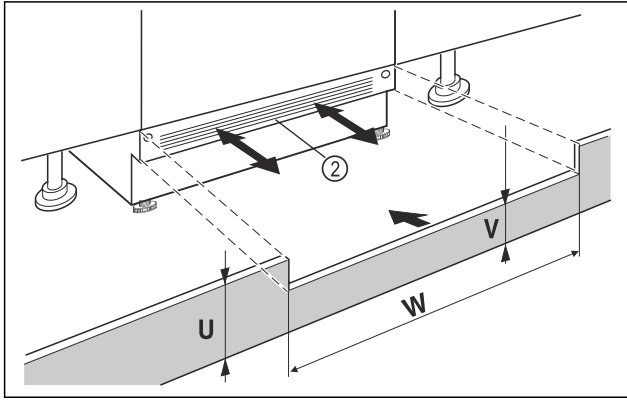

Fig. 100 Ilustratīvs attēlojums
- Uzlieciet, taču vēl nenofiksējiet ierīces pamatnes aizsegu Fig. 100 (2).
- Ja ir redzams pamatnes aizsegs Fig. 100 (2), pavelciet to tik tālu uz priekšu, lai ventilācijas režģa priekšējā mala un mēbeles pamatnes aizsegs veidotu vienu līmeni.
- Ja ir nosepts pamatnes aizsegs Fig. 100 (2), bīdiet to pilnīgi uz aizmuguri.
- Ievērojiet, lai būtu pilnīgi brīvas ventilācijas spraugas: Pielāgojiet pēc vajadzības mēbeles pamatnes aizsega Fig. 100 (U) augstumu!
- Gar nišas platumu Fig. 100 (W) pielāgojiet pārsedzes augstumu Fig. 100 (V) zem ierīces pamatnes aizsega Fig. 100 (2).